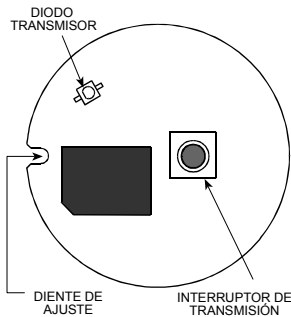

Figura 3. Módulo del Transmisor – Lado superior
Al abrir la tapa, la parte superior del módulo del transmisor quedará visible (Figura 3). La pila y sus correspondientes bornes no quedarán expuestos- ambos elementos se encuentran en el lado de atrás (oculto) del módulo.
- De la vuelta al módulo del transmisor y apriete momentáneamente el pulsador de transmisión (Figura 3). El LED incorporado deberá lucir durante 2 segundos.
- Haga coincidir el diente de ajuste (Figura 3) con la clavija-guía en la base e inserte el módulo dentro de ésta. Finalmente, cierre la tapa tal y como se explica en el párrafo 3.5.
- Ponga la tapa: asegúrese de que la lente transparente cubre el LED que indica transmisión, y que el pulsador de transmisión se encuentre sobre el interruptor de transmisión (Figura 3). Apriete juntos la tapa y la base entre sus dedos.